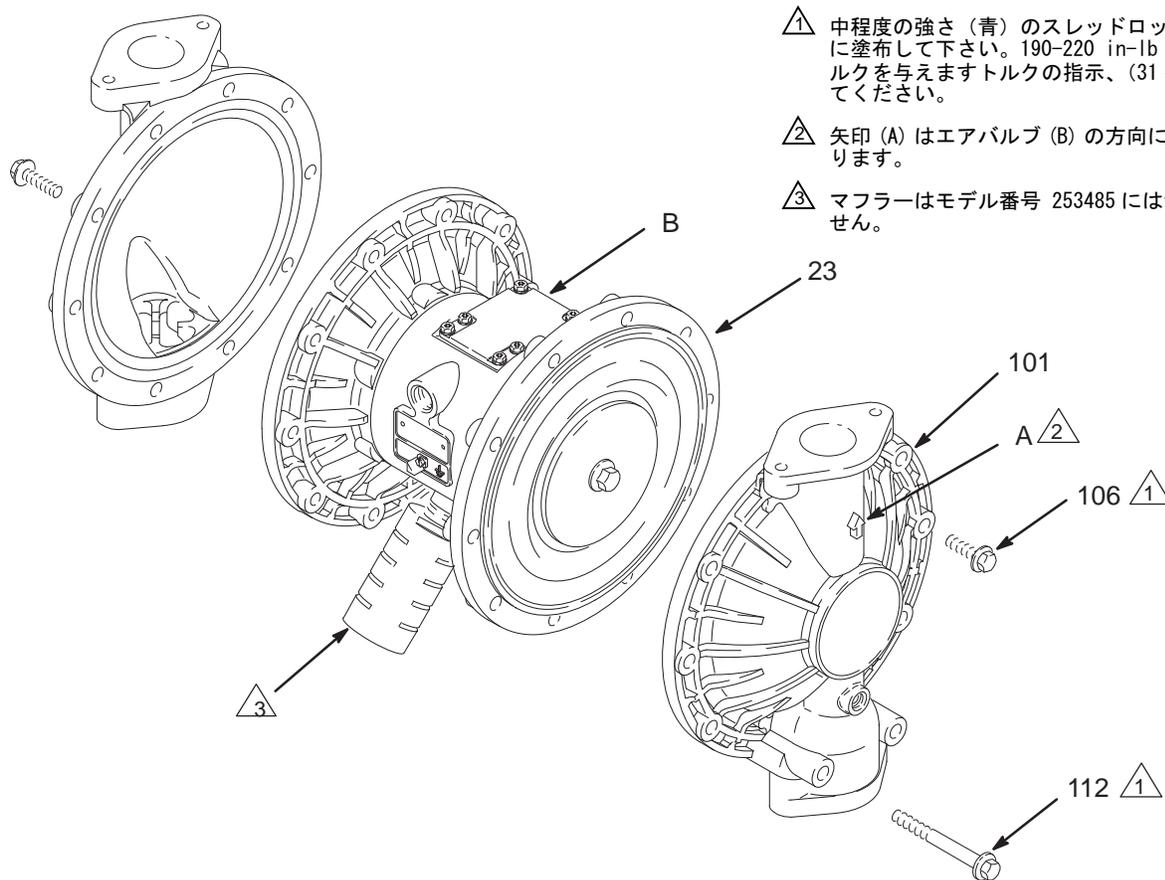

図 11
3. 13 mm ソケットレンチを使用して、エアカバー（23）を液体カバー（101）に固定しているネジ（106 および 112）を取り外します。ポンプから液体カバー（101）を引いて取り外します。図 11 を参照してください。
- 液体カバー（101）とセンターハウジング（1）の向きを、カバーの矢印（A）がエアバルブ（B）と同じ向きになるように揃えます。中程度の強さ（青）のスレッドロッカーをネジ（106）および（112）のスレッドに塗布して下さい。またネジでしっかりとカバーを固定します。カバー下部の穴の長めのネジ（112）を取り付けてください。図 11 を参照してください。13 mm ソケットレンチを使い、ネジを交互に締め、均等に 22-25 N•m（190-220 in-lb）のトルクを与えます。トルクの指示（31 ページ）を参照してください。